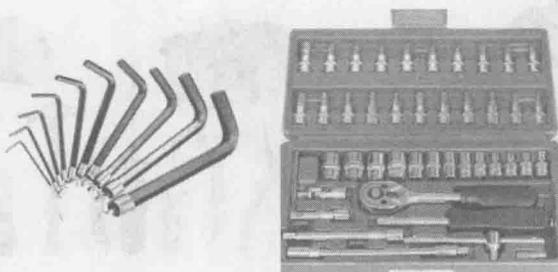

图 1-3 旋具
(1) 旋具种类 是用来拧紧或拆卸各种螺钉的工具。按照旋具头部形状不同可分为一字形、十字形、内六角型、外六角形。头部形状为一字形、十字形的旋具也叫改锥或起子，头部形状为内六角形、外六角形的旋具叫扳手，还有一种旋具叫扳手，开口度固定的扳手叫呆扳手，开口度可调的扳手叫活扳手。如图 1-3 所示。